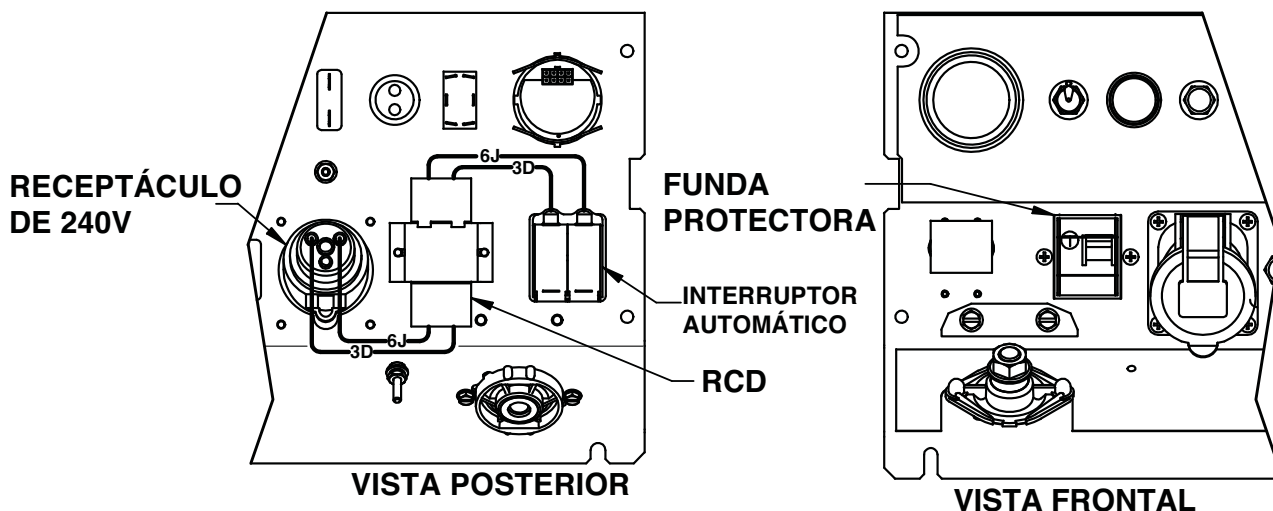

FIGURA 3
6. CONECTE LOS CABLES DEL INTERRUPTOR AUTOMÁTICO Y RECEPTÁCULO A RCD COMO SE MUESTRA, Y APRIETE LOS CABLES A 2.4NM (21 pulg-lb). (VEA LA FIGURA 3). OBSERVE LA CONFIGURACIÓN DE LOS CABLES. RECUBRA EL ÁREA DONDE LOS CABLES CONECTAN A RCD CON UN SELLADOR RTV DE GOMA DE SILICÓN.